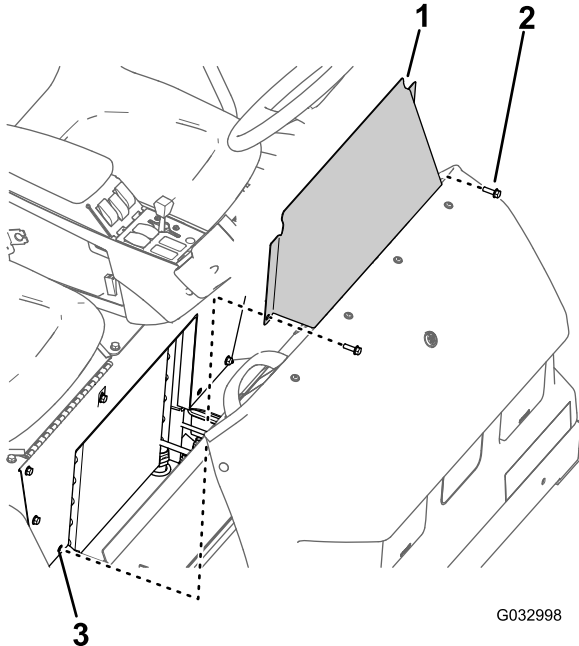

Figure 60
1. Retirez les 2 boulons à embase qui fixent le panneau d'accès à la base du siège (Figure 60).
2. Déposez de la machine le panneau d'accès de la base du siège (Figure 60).
1. Alignez les trous du panneau d'accès et les trous dans la base du siège (Figure 60).
2. Fixez le panneau d'accès à la base du siège au moyen des 2 boulons à embase (Figure 60) retirés à l'opération 1 de Dépose du panneau d'accès de la base du siège (page 55).